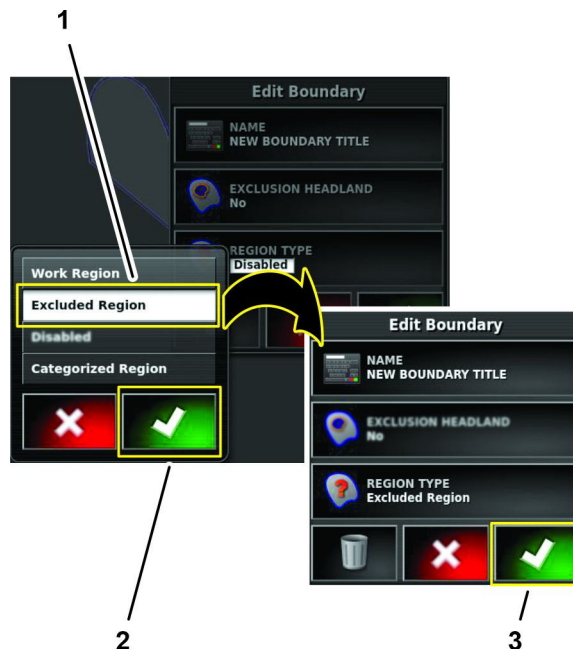

Figura 62
2. Nella finestra di dialogo Tipo di regione, premete l'icona REGIONE ESCLUSA, quindi premete l'icona Conferma (Figura 62).